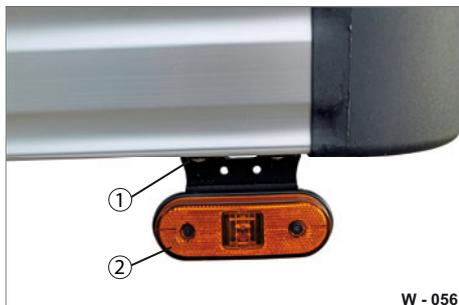

Abb. 57 Seiten-Markierungsleuchte „LED“
- ▶ Lösen Sie die Befestigungsschrauben (Abb. 57/1).
- ▶ Entnehmen Sie die LED-Leuchte (Abb. 57/2) - Verbindung ausstecken.